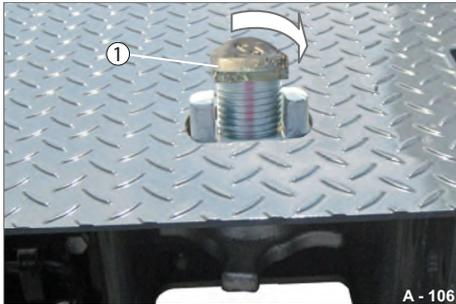

Abb. 159 Drehzapfen lösen
- ▶ Drehzapfen (Abb. 159/1) um 90° drehen.